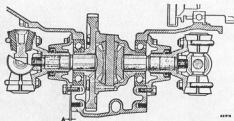

Abb. F.8
- (11) Differentialgruppe, leicht verstellt zur Schwachseite hin, ins Getriebegehäuse einbauen. Differentialgehäuse mit Dichtscheibe versehen und die Mutter gerade so weit anziehen, daß die Lager halten, jedoch genügend Spielraum erlauben
- (12) Rechten Antriebsendeckel zusammen mit Dichtscheibe einbauen. Dann die Stellschrauben vorwiegend und gleichmäßig anziehen, um das Differentialaggregat von der Schwungradseite hinweg zu versetzen und hundertprozentigen Kontakt zwischen Innenfläche des Deckels und Differentiallager herzustellen.
- Linken Endantriebsdeckel ohne seine Dichtscheibe, deren zusammengedrückte Stärke 0,15 mm beträgt, einbauen. Stellschrauben so weit anziehen, daß der Deckel den Lageraufring sauber hält. Übermäßig starkes Anziehen verformt den Deckelflansch. Die notwendige Vorspannung an den Lagern muß 0,025 bis 0,05 mm betragen, weshalb der Abstand zwischen Deckelflansch und Differential- und Getriebegehäuse zwischen 0,2 bis 0,27 mm liegen muß. Abstand ('A' in Abb. F.8) mit Prüflinien messen und diesen durch Einbohren der richtigen Scheibenstärke zwischen Lager und Deckel berichtigen. Beträgt der gemessene Abstand z.B. 0,1 mm, wird eine Beilagscheibe von 0,076 mm Stärke notwendig. Abstand in verschiedenen Stellen messen. Jegliche Abweichungen zeigen an, daß die Enddeckel-Stellschrauben nicht gleichmäßig angezogen wurden.
- HINWEIS:** - Neuere Aggregate besitzen Lager größerer Bruchleistung, welche so einbauen sind, daß das Wort "TIGHT" nach außen vom Enddeckel weist. Da die Vorspannung auf 0,1 mm erhöht ist, Abstand 'A' (siehe Abb. F.8) mit Beilagscheiben berichtigen, bis er 0,25 mm beträgt, bevor die Dichtscheibe eingebaut wird.
- (13) Antriebsflansche einbauen, und Bezug auf Punkt (4) nehmen. Das richtige Anzugsdrehmoment ist in den "ALLGEMEINEN DATEN" aufgeführt.
- (14) Sicherstellen, daß sich beide Antriebswellen frei drehen können, da andernfalls die Fahrsenklenkung zu einer Seite ziehen kann.
- (15) Bezug auf Punkt (3) nehmen. Fernkontrollhebelwelle auf das Regulende des Betätigungshebels setzen, Fernkontrollwelle von unten her einführen und mit der Nutenbohrung der Betätigungsweile einrücken. Stellschraube einführen nachdem geprüft wurde, daß die Bohrung in der Nabe und die Aussparung in der Welle ausgefluchtet sind.
- (16) Getriebe, Kupplung und Gehäuse wieder am Motor anbringen (sofern ausgebaut, siehe Punkt (2)).
- (17) Motor wieder im Wagen einbauen und Gangschaltung am Getriebe anbringen (oder Fernkontrollgruppe einbauen).